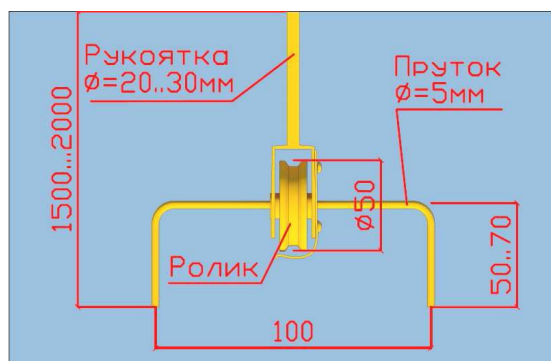

Рис.2.3.
2.8. Для монтажа козырька использовать монтажную штангу, внешний вид которой и основные функциональные размеры приведены на рис.2.3. Монтажная штанга должна быть прочной на изгиб и выдерживать вес не менее 30 кг.
- штанга монтажная (см. рис. 2.3);